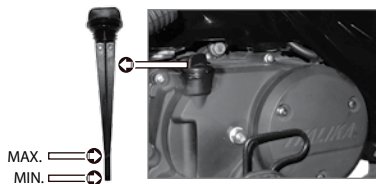

Imagen 15. Tapón-bayoneta del cárter.
2. Localizar el tapón-bayoneta del cárter en la parte inferior derecha de la italika. Ver imagen 15.